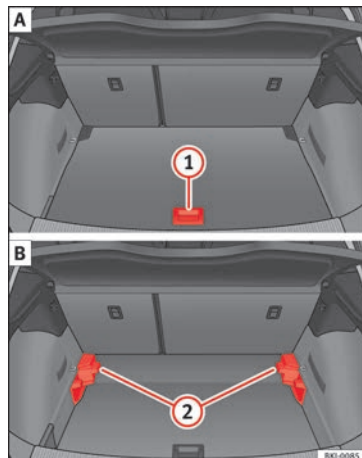

Fig. 163 Plancher de coffre à bagages modulable : **A** position haute ; **B** position basse.
» **fig. 163** ①, tirez-le vers l'arrière jusqu'à ce que la partie avant du plancher dépasse complètement les supports ②.
- Déplacez le plancher vers l'avant sur ces derniers jusqu'à ce qu'il bute contre le dossier de la banquette arrière et ensuite, abaissez le plancher avec la poignée ①.